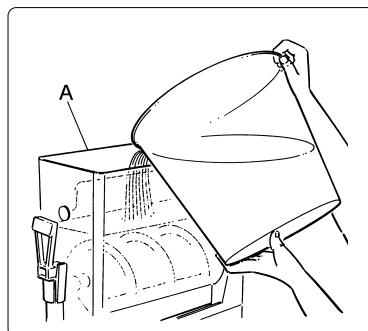

Fig. 4
- Versare il prodotto ottenuto nella vasca (A) (vedi fig. 4).